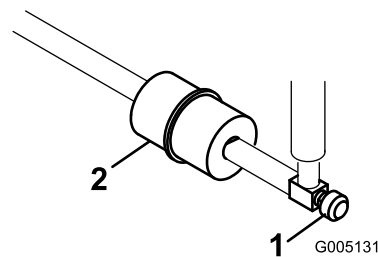

Рисунок 46
В топливном трубопроводе между топливным баком и карбюратором встроен проходной фильтр. (Рисунок 46). Убедитесь в том, чтобы стрелка на фильтре была направлена от топливного бака.
1. Закройте топливный отсекающий клапан, снимите хомут шланга на обращенной к карбюратору стороне фильтра и отсоедините от фильтра топливный трубопровод (Рисунок 46).
2. Подставьте под фильтр сливной поддон, снимите оставшийся хомут и снимите фильтр (Рисунок 46).